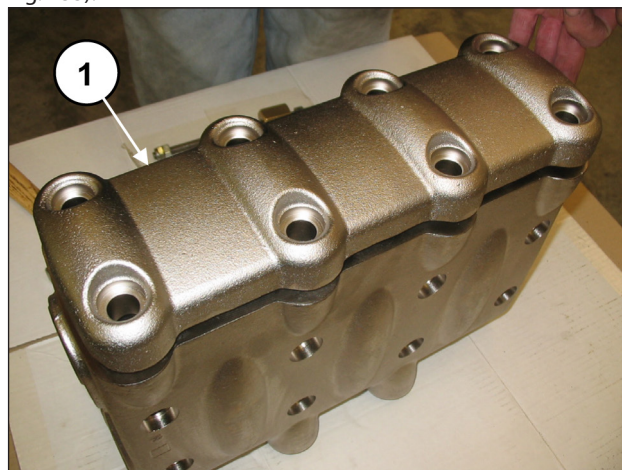
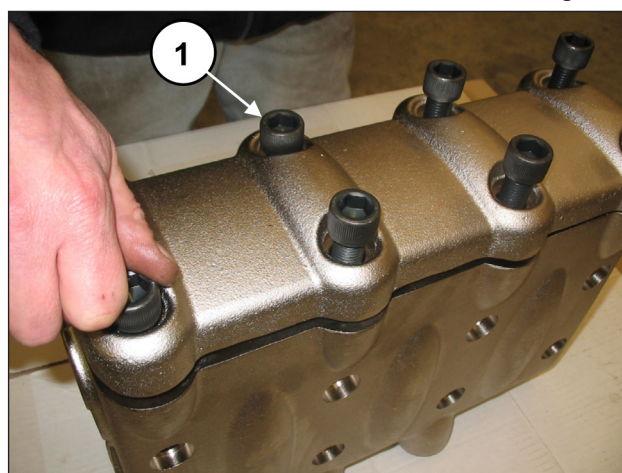

Fig. 132
Fig. 133
Depois de ter terminado com a montagem dos grupos da válvula e da tampa da válvula, aplique a cobertura da válvula (pos. ①, Fig. 132) e solte os oito parafusos M16x55 (pos. ①, Fig. 133).